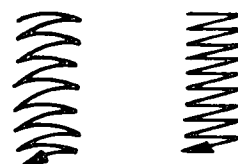

Fig. 3
2) Necessitando outro cordão, oscile o eletrodo segundo (fig. 3).